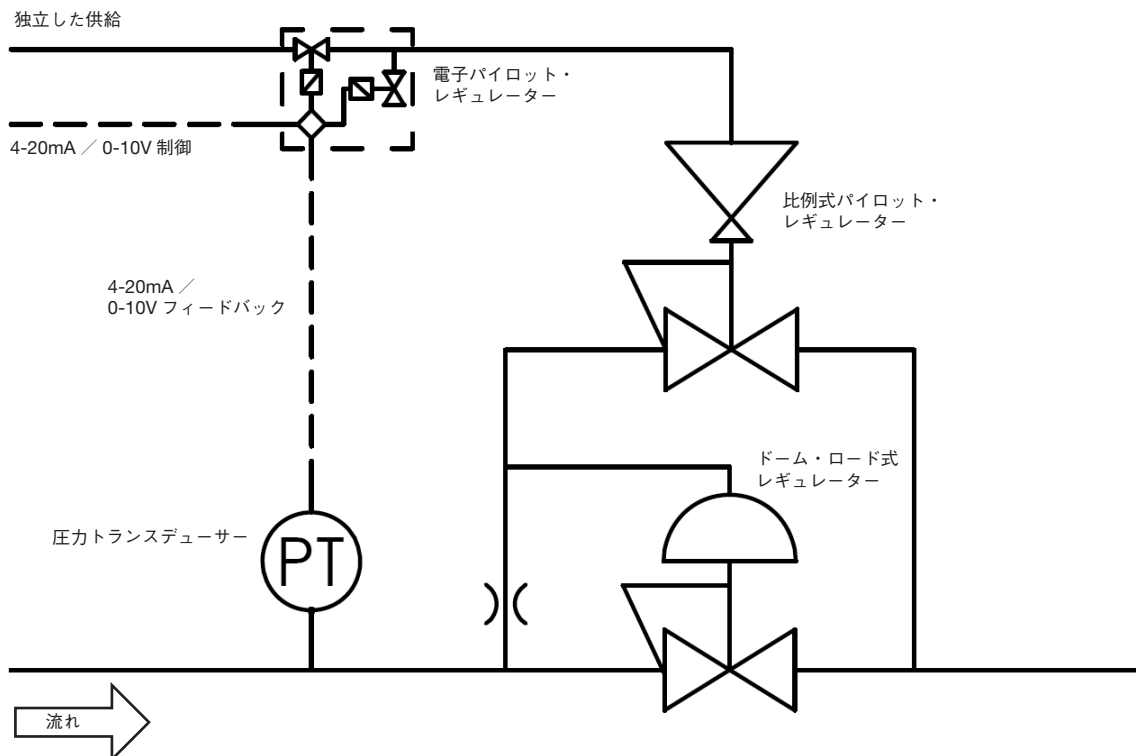

図 6
- **比例式制御**：本セットアップでは、システム圧力から供給される比例式パイロット・レギュレーターを使用してドーム圧力を制御します。比例式パイロット・レギュレーターは、電子レギュレーターと圧力トランスデューサーを組み合わせて(図6)、または外部ドーム供給によって制御します。比例式パイロット・レギュレーターの設定圧力は、感知圧力より比例して大きくなります。これでメイン・レギュレーターは低圧供給による制御を受けながら、圧力を設定することができます。本セットアップは、液体アプリケーションには適していません。